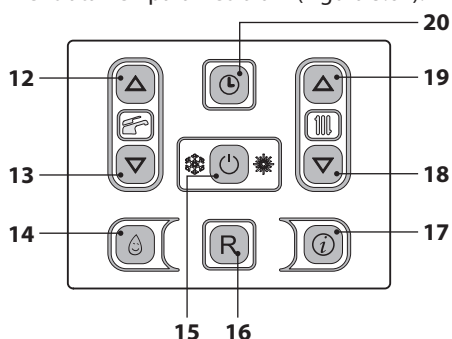
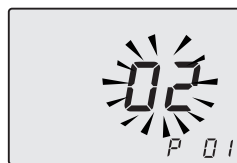

Figura 5.60
Figura 5.61
di i tasti 15 - 18 - 19 (Figura 5.60) fino a far apparire sul display LCD le lettere **P01**, indicanti l'entrata nel "parametro 01" (Figura 5.61).
- Premendo il tasto 15 (Figura 5.60) si ottiene la conferma del valore inserito.